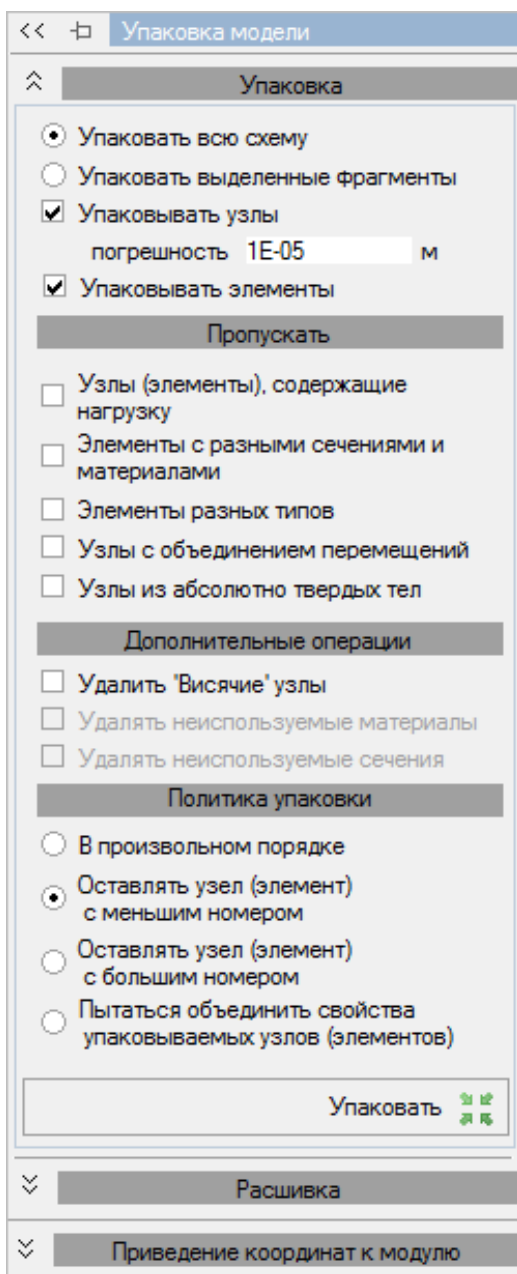

Рис. 143. Упаковка модели
- С помощью меню **Правка** → **Упаковать модель** (кнопка  на панели инструментов) вызовите диалоговое окно **Упаковка модели** (рис. 143).